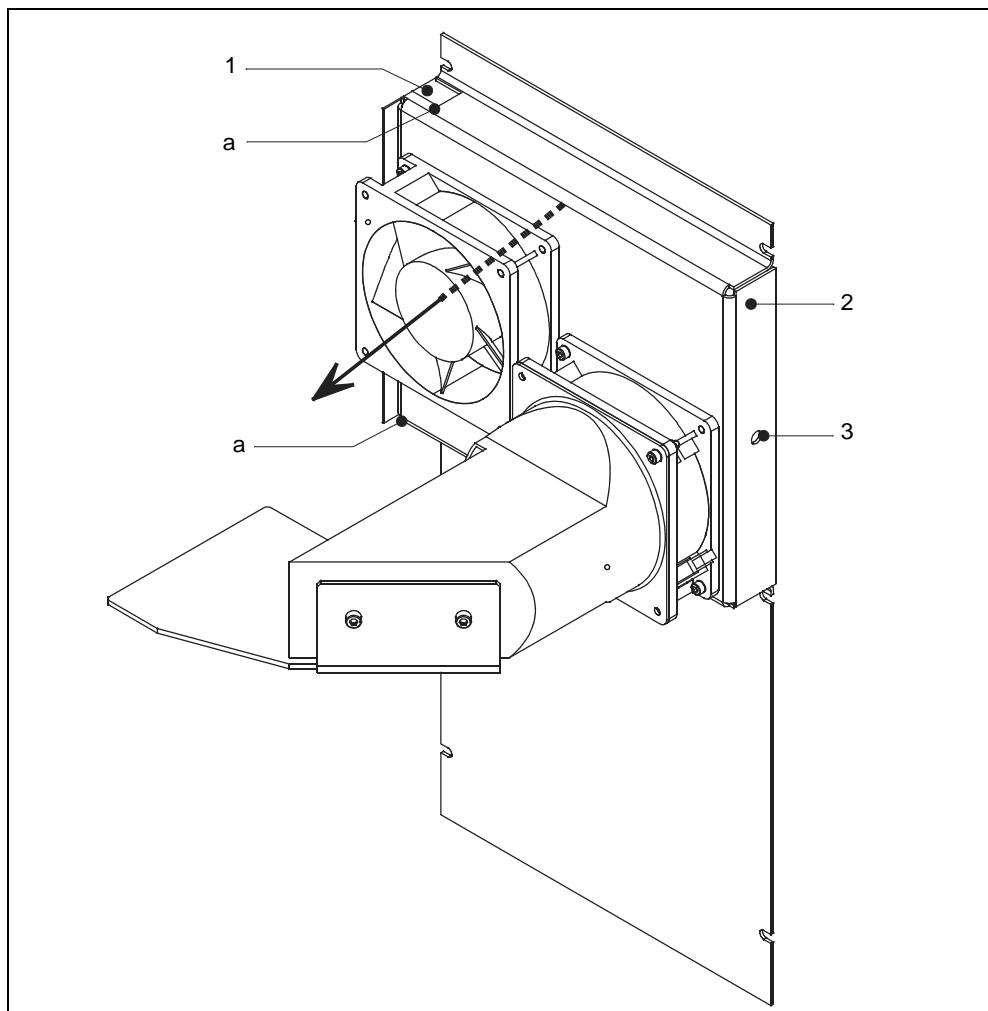

Fig. 9-2 Remplacement du filtre de ventilation
- Saisir la cartouche filtrante de deux doigts somme indiqué sur l'illustration Fig. 9-2/a et dégager la cartouche filtrante du guidage. Si ceci n'est pas possible, alors faire pression sur le filtre à travers l'ouverture arrière ( Fig. 9-2/3) à l'aide d'un outil et pousser le devant.
- Observez la direction de ventilation lors du remplacement de la cartouche filtrante. Elle est représentée sur l'illustration Fig. 9-2 par une flèche noire.